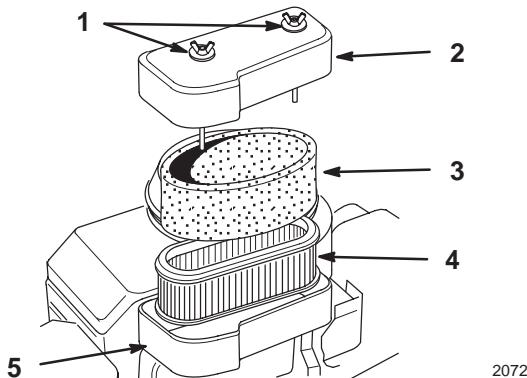

Bild 22
2. Reinigen Sie den Bereich um den Luftfilter herum, um zu verhindern, dass Schmutz in den Motor fällt und Schäden verursacht. Schrauben Sie die Verschlussmuttern los und entfernen den Luftfilterdeckel (Bild 22).
3. Entfernen Sie die Luftfiltergruppe (Bild 22).
4. Schieben Sie den Schaumstoffeinsatz vorsichtig vom Papiereinsatz herunter (Bild 22).
1. Schieben Sie das Schaumelement vorsichtig auf den Papiereinsatz (Bild 22).
2. Platzieren Sie die Luftfiltergruppe auf dem -unterteil (Bild 22).
3. Bringen Sie den Luftfilterdeckel an und verschließen ihn mit den beiden Deckelmuttern (Bild 22).